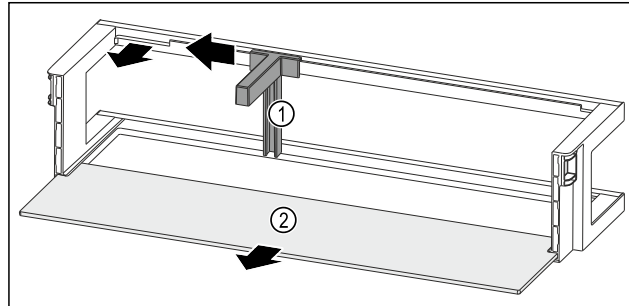

Fig. 51 Polica u vratima s držačem boca i policom za odlaganje
- ▶ Držač za boce Fig. 51 (1) pogurnite do otvora na stranu.
- ▶ Izvadite držač za boce Fig. 51 (1).
- ▶ Izvadite policu Fig. 51 (2).